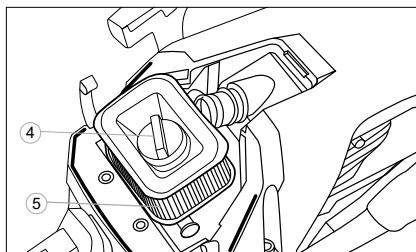

Fig. 25
2. Dévissez l'écrou 4 (fig. 25) et retirez le filtre 5.